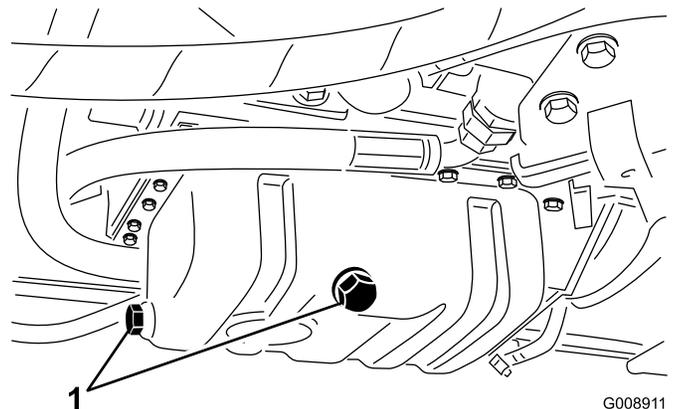

图64
1. 拆下任一排油塞图64让油流入放油盘当油停止流动时安装排油塞。